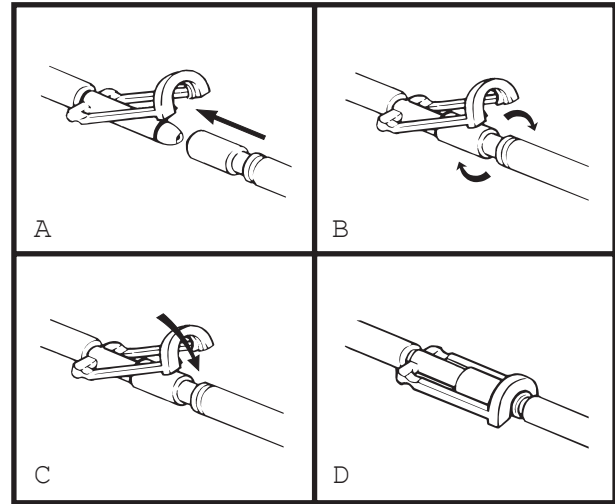

Figure 2—Connecteurs Klik-Tite®
1. Avant de remplir, toujours attacher un coussin T/Pad au tuyau du connecteur du système T/Pump ou connecter les extrémités du tuyau T/Pump l'une à l'autre (cf. Fig. 2). S'assurer qu'il n'y a pas de coudes dans le coussin ou le tuyau. Ouvrir les colliers de serrage du tuyau.